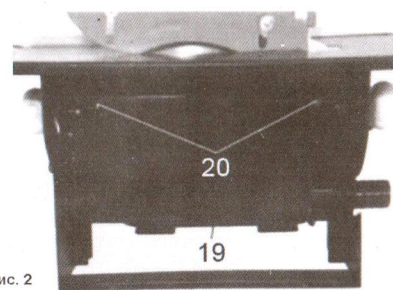

Рис. 2
- Открутите фиксирующие винты (20) и снимите нижний защитный кожух пильного диска (19)(См. Рис.2).